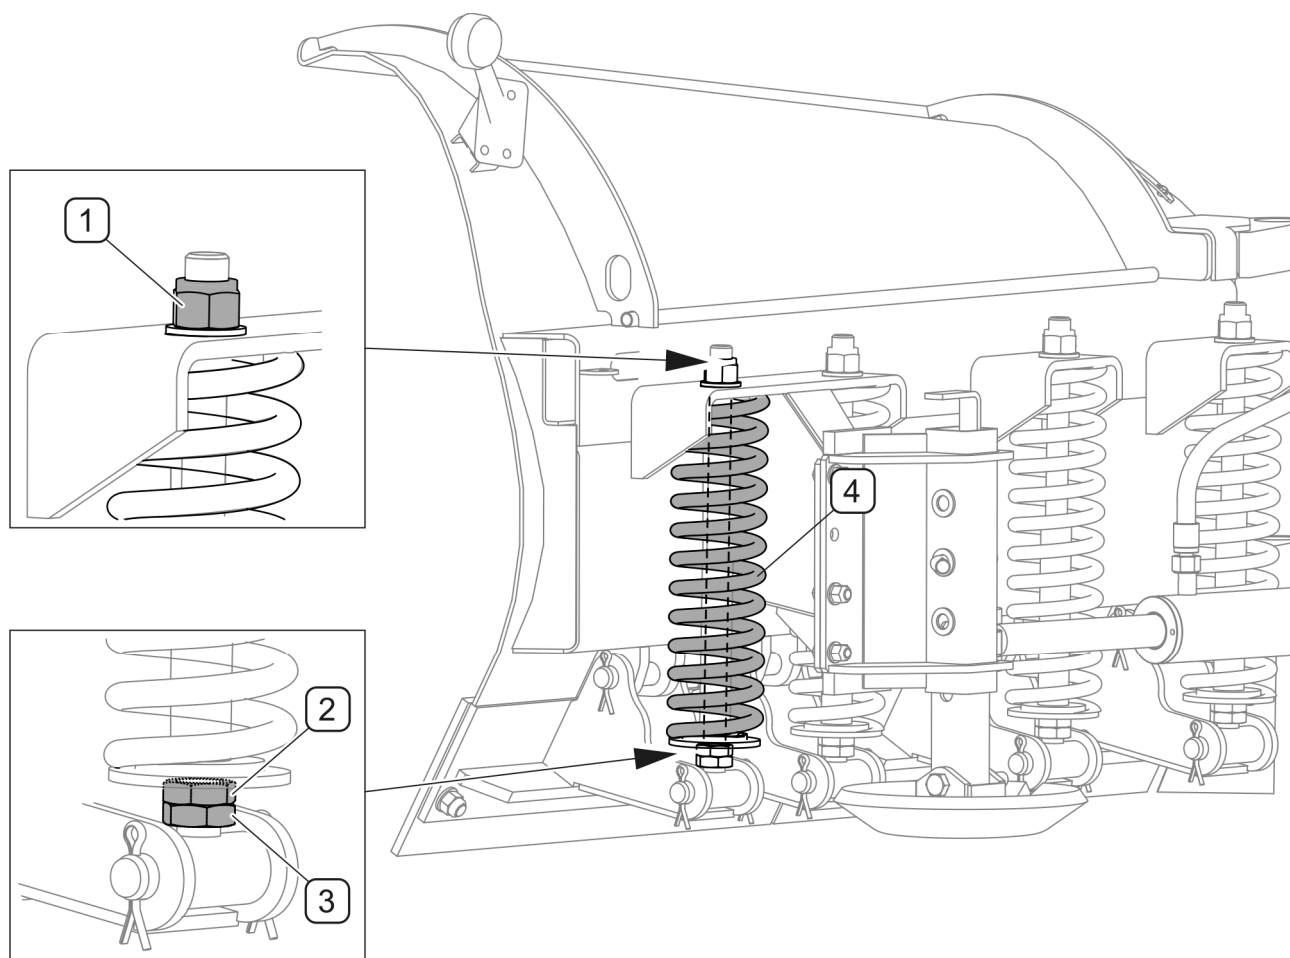

РИСУНОК 5.5 Регулировка кромок отвалов
Кромка отвала состоит из подвижных сегментов. При наезде на препятствие отдельные сегменты кромок отвала (РИСУНОК 5.5) могут независимо отклоняться назад и возвращаться в рабочее положение благодаря амортизирующим пружинам. Имеется возможность регулировать наклон кромок и натяжение пружин. Регулировка наклона сегмента кромки отвала производится при помощи гайки (1), а при помощи гайки (2) можно регулировать натяжение пружины (4), предварительно слегка отвинтив контргайку (3).